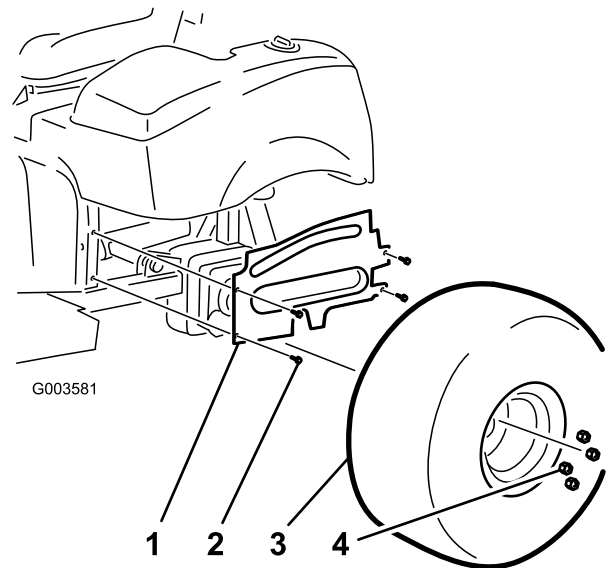

図 3
4. 左側ホイール・シュラウドをフレームに固定している 4 本のフランジ・ヘッド・ネジを外す (図 3)。シュラウドを取り外して保管する。